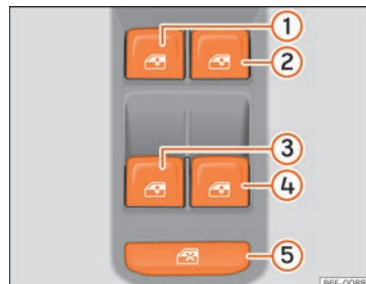

Abb. 60 Ausschnitt der Fahrertür: Tasten zum Bedienen der elektrischen Fensterheber
Mit dem Sicherheitsschalter »» » (Abb. 60) ⑤ in der Fahrertür können die Fensterheber-Tasten in den hinteren Türen außer Funktion gesetzt werden.